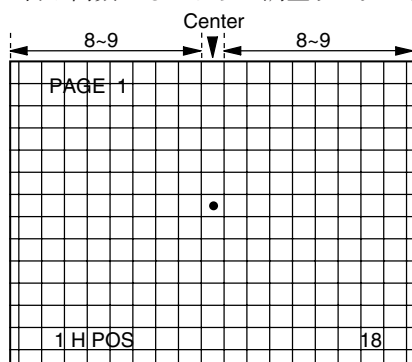

Fig.1-1
- ・治具リモコンの音量キーにて、クロスハッチ画面中心のドットマークが真中に位置し、かつ左右のマス目が同数になるように調整する。Fig. 1-1